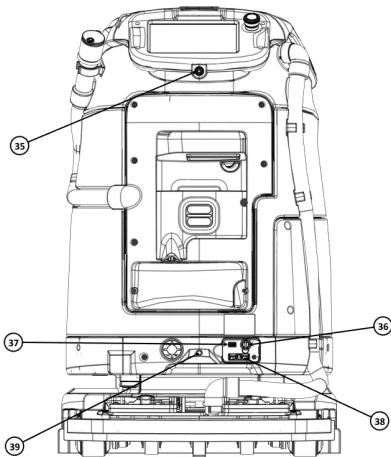

Figura 5
- 35. Botón de encendido (Figura 5)
- 36. Interruptor de llave (Figura 5)
- 37. Puerto USB (solo servicio) (Figura 5)
- 38. Puerto de carga manual (Figura 5)
- 39. Cámara RGB trasera (Figura 5)